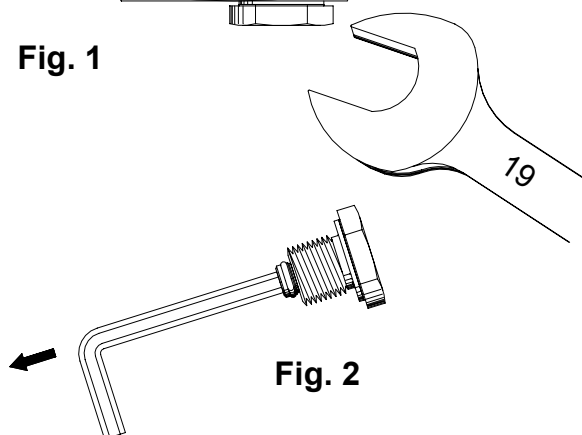

Fig. 2
- b) All'interno del tappo da 1/4" è avvitata la boccola di by-pass. Rimuoverla con una chiave brugola da 4 mm (Fig. 2).